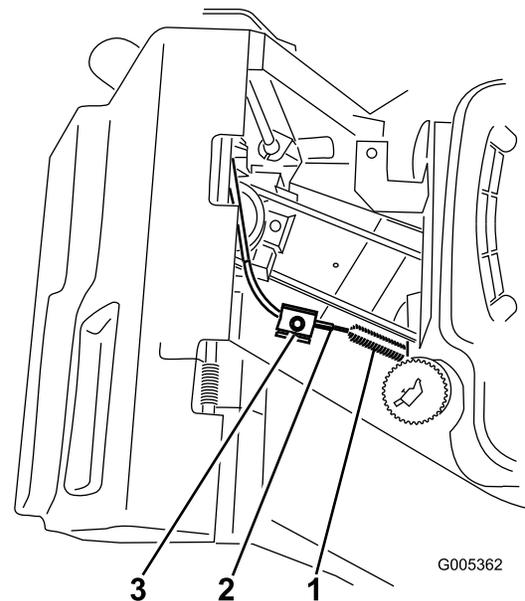

Bild 32
5. Lockern Sie die Kabelklemmschraube, bis sich der Bremszug verschieben lässt (Bild 32).
Hinweis: Die untere Riemenabdeckung wurde aus Übersichtsgründen in Bild 32 entfernt. Für diesen Schritt muss die untere Riemenabdeckung nicht entfernt werden.